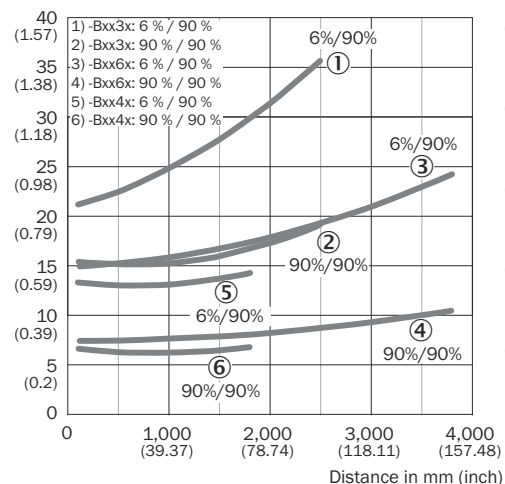

Figura 4: Curva 1
Verificar as condições de uso: equiparar a distância de comutação e distância até o objeto ou plano de fundo, bem como a refletividade do objeto, com o respectivo diagrama [figura 4] (x = distância de comutação, y = distância mínima entre o objeto e o plano de fundo em mm (percentual de reflexão difusa do objeto/percentual de reflexão difusa do fundo) (percentual de reflexão difusa: 6% = preto, 90% = branco (com base no padrão branco da norma DIN 5033)).
A distância mínima (= y) para a supressão do fundo pode ser obtida do diagrama [cp. figura 4 ①] como a seguir: